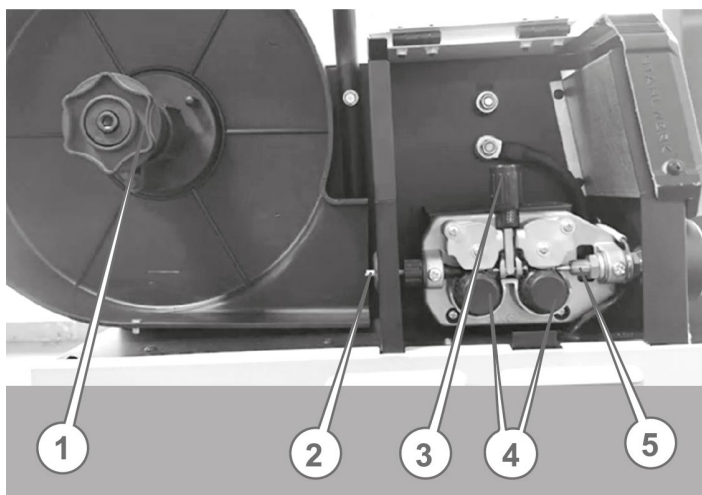

Рисунок 3. Відсік для зварювального дроту.
2. Відкрити кришку відсіку для зварювального дроту (рис. 3) та встановити катушку зі зварювальним дротом на установчий барабан (1, рис. 3) з урахуванням того, що напрямок обертання катушки під час розмотування зварювального дроту відбувається проти ходу годинникової стрілки.
3. Вставити зварювальний дріт у механізм подачі (2, рис. 3). Для цього:
- послабити притискний гвинт (3, рис. 3) і відкинути кронштейн із ним;
- переконавшись в тому, що на кінці дроту немає задирок, здатних пошкодити внутрішню частину тракту, і вставити зварювальний дріт у напрямну трубку (2, рис. 3) та просунути її у вхідний отвір зварювального рукава (5, рис. 3) на 100–150 мм;
Для зміни положення роликів подачі необхідно відкрутити фіксатори (4, рис. 3), встановити ролик потрібним боком і зафіксувати (діаметр дроту вказаний на самому ролику).
Планку з притискним роликом повернути у робочий стан і притиснути її гвинтом (3, рис. 3).
2. Відкрити кришку відсіку для зварювального дроту (рис. 3) та встановити котушку зі зварювальним дротом на установчий барабан (1, рис. 3) з урахуванням того, що напрямок обертання котушки під час розмотування зварювального дроту відбувається проти ходу годинникової стрілки.
3. Вставити зварювальний дріт у механізм подачі (2, рис. 3).
- послабити притискний гвинт (3, рис. 3) і відкинути кронштейн із ним убік;
- переконатися в тому, що на кінці дроту немає задирок, здатних пошкодити внутрішню частину тракту, і вставити зварювальний дріт у напрямну трубку (2, рис. 3) та просунути її у вхідний отвір зварювального рукава (5, рис. 3) на 100–150 мм;
Для зміни положення роликів подачі необхідно відкрутити фіксатори (4, рис. 3), встановити ролик потрібним боком і зафіксувати.